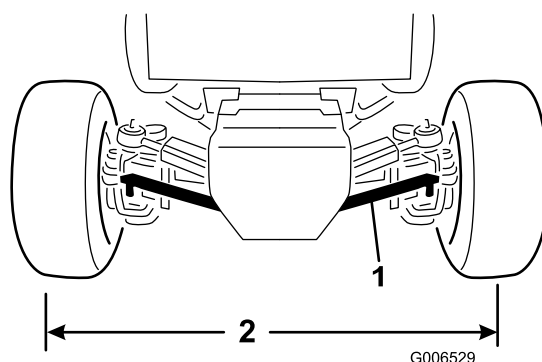

図 63
ルナットを外してボールジョイントをアクスルから外す 図 63。
3. 右タイヤの中心線からと左タイヤの中心線までの距離が、タイヤの前後で等しくなるように、タイロッドのボールジョイントを内側または外側に回して調整する 図 63。